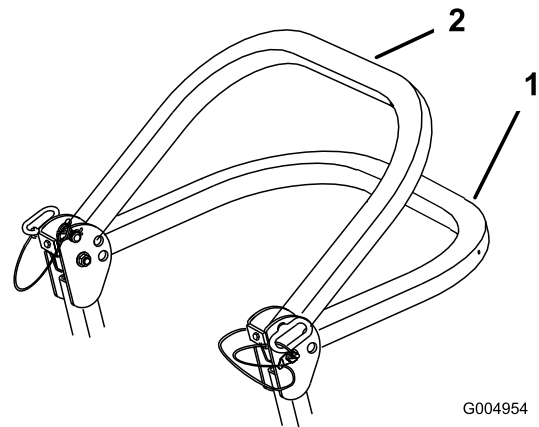

Figura 9
2. Coloque la barra anti-vuelco en la posición de bajada. Hay dos posiciones de bajada. Vea las posiciones en Figura 9.